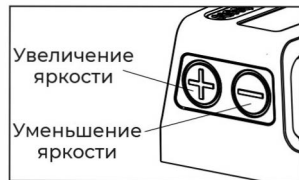

Рис. 5
1. **Включение:** кратковременно нажмите на одну из кнопок регулировки яркости ("+" или "-"). См. рис. 5.